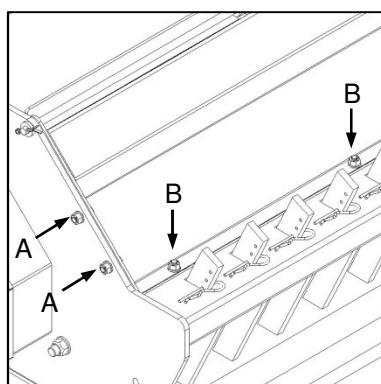

Fig. 3
- ✓ Remove all bolts retaining the discharge chute (Fig. 3-A / B).
- ✓ Verwyder alle boute wat die afvoergeut aanheg (Fig. 3-A en B).